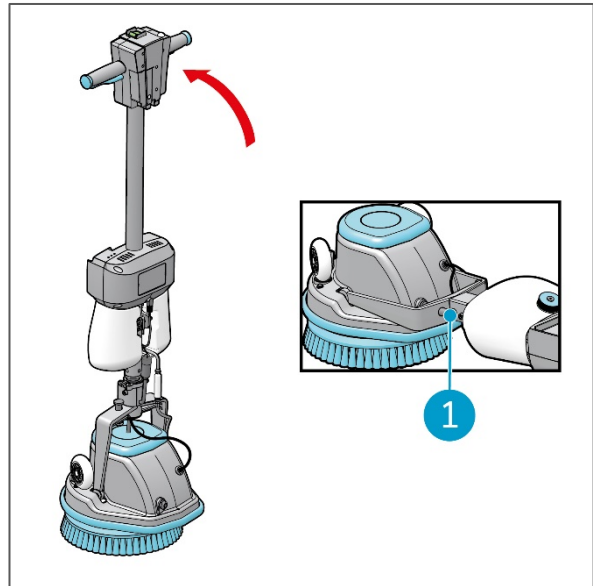

Figura 8
4. Tirare il pistoncino filettato (Figura 8, pos 1) per sbloccare il manico.